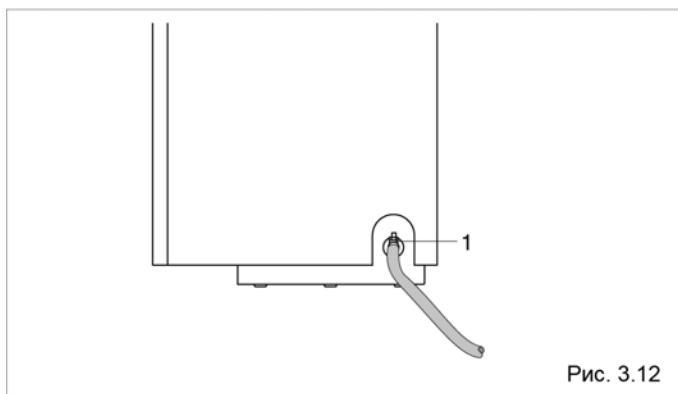

Рис. 3.12
– Переведите общий выключатель системы и выключатель на панели управления котла в положение «выключено» (0).
– Присоедините резиновый шланг к штуцеру сливного крана (1) и откройте кран (рис. 3.12).